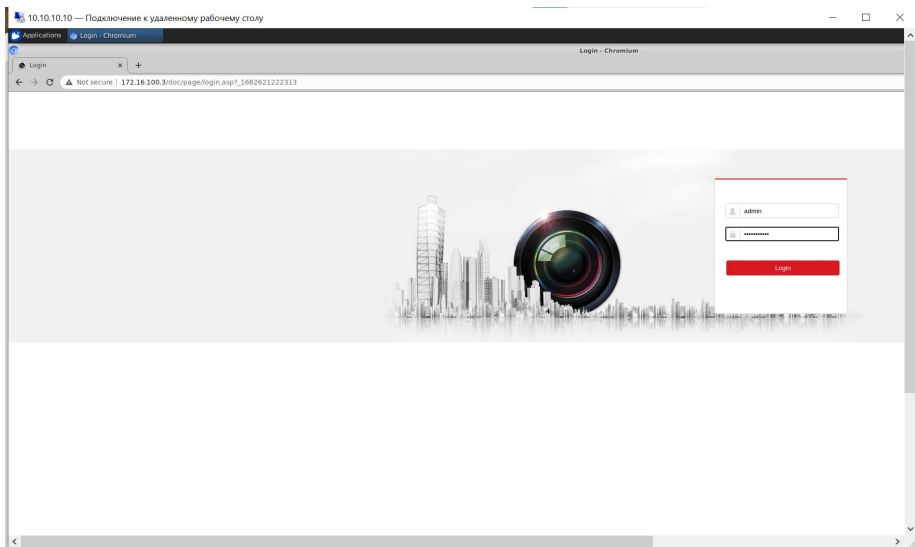

Рисунок 8 – Вход в интерфейс тепловизора
- 4) Ввести логин и пароль: «admin» и «synergo2020», соответственно (Рисунок 8), нажать на кнопку «Login»;